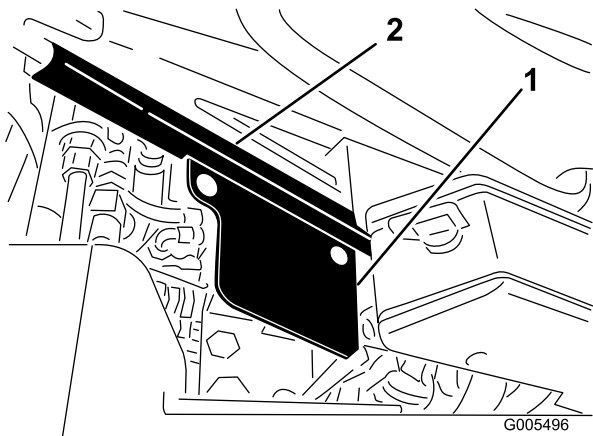

Figura 8
7. Montate la protezione della valvola a destra della base del sedile con 2 bulloni a testa tonda (0,79 x 1,58 cm) e relativi dadi. Collocate la protezione come illustrato nella Figura 8.